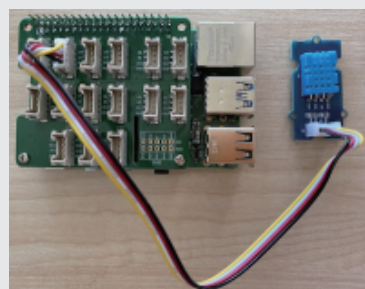

图 5-5 连接到 A0 插座的 Grove 温湿度传感器
(1) 如图 5-5 所示，将 Grove 电缆的一端插入温湿度传感器的插口，它只能从一个方向插入。
(2) 在树莓派电源关闭的情况下，将 Grove 电缆的另一端连接到树莓派 Grove Base HAT 上标有 D5 的数字插座上。这个插座在 GPIO 引脚旁边的那排插座上从左边数第二个接口。